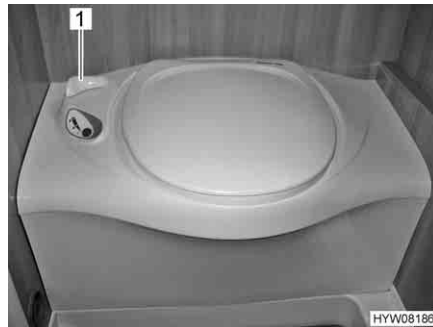

Fig. 222 Toilettes Thetford
- Avant d'actionner la chasse d'eau, ouvrir le curseur des toilettes Thetford. Tourner pour cela le levier du curseur (Fig. 222,1) dans le sens inverse des aiguilles d'une montre.
- Après avoir actionné la chasse d'eau, fermer le curseur. Tourner le levier du curseur (Fig. 222,1) dans le sens des aiguilles d'une montre.